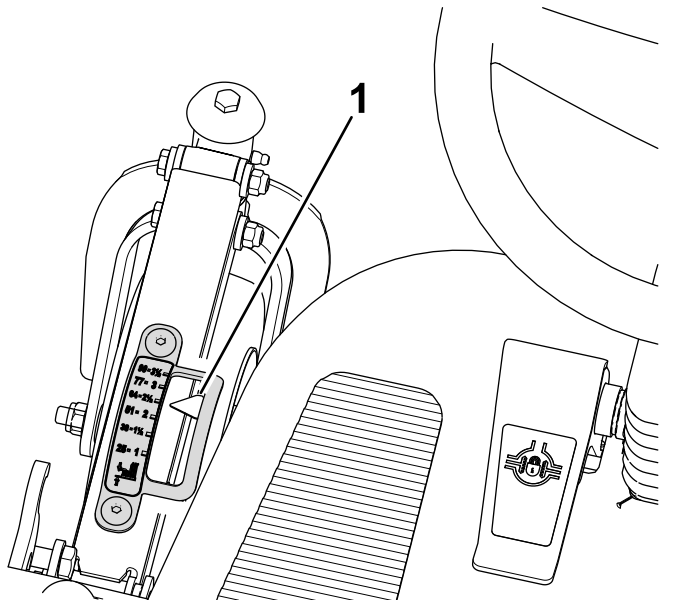
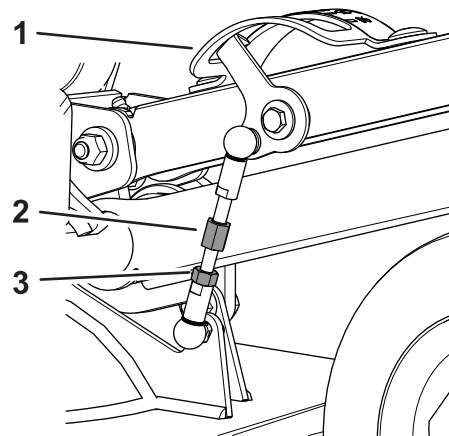

Figure 105
Figure 106
2. Asseyez-vous sur le siège de l'utilisateur, observez la flèche de l'indicateur de hauteur de coupe (Figure 105).
- A. Desserrez l'écrou de blocage qui fixe la biellette de hauteur de coupe (Figure 106).
- B. Tournez la biellette jusqu'à ce que la flèche de l'indicateur de hauteur de coupe soit en face du repère 64 mm, vu depuis le siège de l'utilisateur (Figure 105 et Figure 106).
- C. Resserrez l'écrou de blocage (Figure 106).